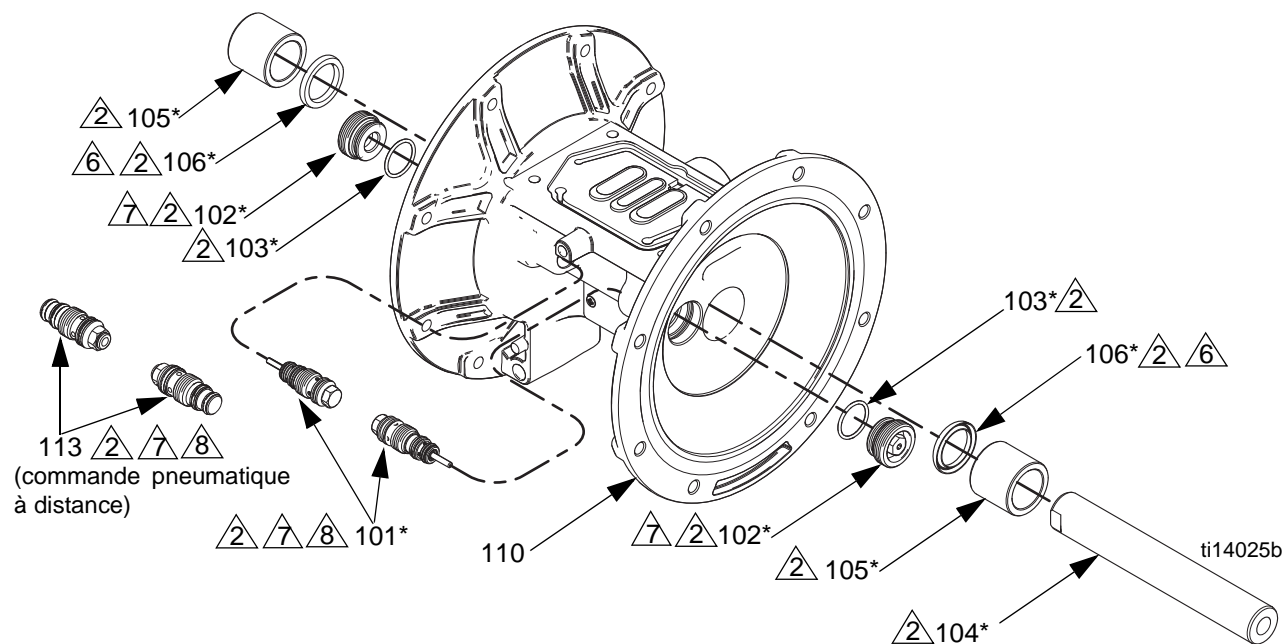
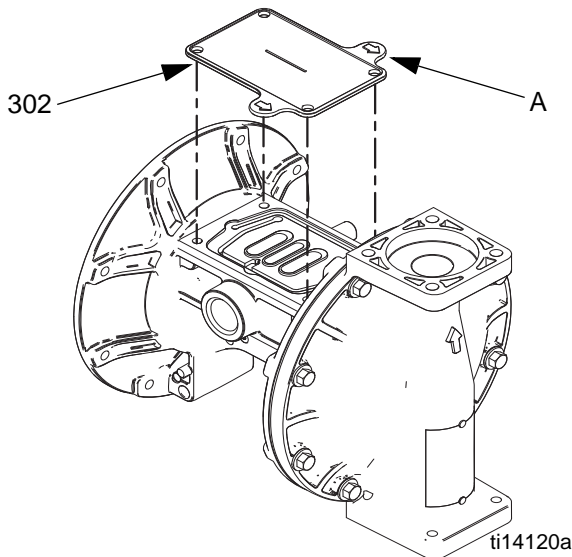

FIG. 8. Montage des membranes et de la partie centrale
FIG. 9. Outil de couvercle à fluide
- a. Tournez la pompe pour que l'un des capots à fluide soit orienté vers le haut. Utilisez une clé à douille de 10 mm pour retirer les vis du boîtier à fluide (7) puis retirez le boîtier à fluide (3) de la pompe.
- b. La membrane exposée (15) se dévisse manuellement de l'axe de membrane (104). Le boulon de l'axe de membrane va rester fixé à la membrane. Retirez la plaque à membrane côté air (14).
- d. Tenez fermement la membrane et utilisez une clé placée sur les méplats de l'axe pour le retirer. Retirez également le plateau à membrane côté air (14). Poursuivez en suivant le point 5.
- a. Tournez la pompe pour que l'un des capots à fluide soit orienté vers le haut. Utilisez une clé à douilles de 10 mm pour retirer les vis (7) du capot à fluide, puis retirez le capot à fluide de la pompe. Retournez la pompe et retirez l'autre capot à fluide.
- b. **Pompes en plastique :** utilisez une douille 1-1/4 ou une clé polygonale sur la partie hexagonale d'un plateau de membrane côté fluide pour l'enlever. Puis retirez toutes les pièces de l'ensemble membrane. Consultez FIG. 8.
Pompes en métal : enlevez le boulon (304) sur un côté de l'axe de membrane, puis retirez toutes les pièces de cet ensemble de membrane. Consultez FIG. 8.
5. Contrôlez l'état de l'axe de membrane (104) pour voir s'il est usé ou rayé. S'il est endommagé, vérifiez les coussinets (105) en place. S'ils sont endommagés, utiliser un extracteur de coussinet pour les enlever.
Suivez toutes les remarques de la FIG. 8. Elles contiennent **des informations importantes**.
- a. Placez le joint torique (301) sur le boulon (304) de l'axe.
- b. Montez la plaque côté fluide (13), la membrane (15), la membrane de renfort (305, si elle est présente) et la plaque de membrane côté air (14) sur le boulon exactement comme indiqué sur la FIG. 8.
- c. Enduisez de Loctite de force moyenne (bleu) ou d'un produit équivalent les filetages du boulon (304). Vissez le boulon dans l'axe et serrez-le à la main.
- d. Lubrifiez les joints en coupelle (106) de l'axe ainsi que la longueur et les extrémités de l'axe de membrane (104). Glissez l'axe dans le boîtier.
- g. Refixez le premier couvercle à fluide (3). Consultez la section **Instructions concernant les couples de serrage**, page 18. Allez à l'étape 7.
- a. Montez la membrane (15), la membrane -de renfort (305, si elle est présente) et la plaque de membrane -côté air (14) sur la plaque côté fluide (13) exactement comme indiqué sur la FIG. 8.
- c. Lubrifiez les joints en coupelle (106) de l'axe ainsi que la longueur et les extrémités de l'axe de membrane (104). Glissez l'axe dans le boîtier.
- f. Refixez le premier couvercle à fluide (3). Consultez la section **Instructions concernant les couples de serrage**, page 18.
- a. Consultez FIG. 9. Placez l'outil fourni (302) dans l'emplacement habituel du joint (108) de la vanne d'air. Les flèches (A) doivent pointer vers le couvercle à fluide qui est déjà fixé.